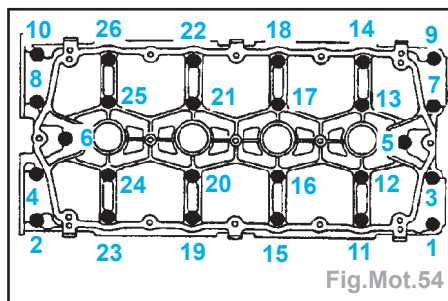

Fig.Mot.54
- Poser les boulons maintenant le support d'arbre à cames sur la culasse et les serrer progressivement à **10 N.m** (Fig. Mot.54).